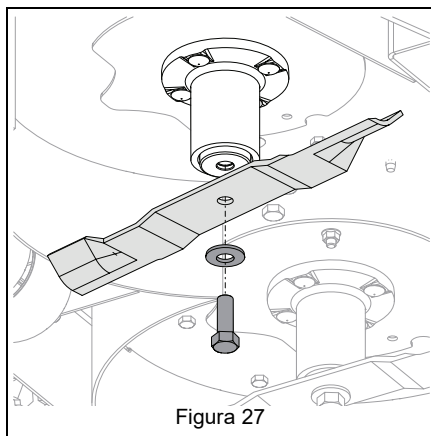

Figura 27
- Extraiga la tornillería que sujeta las cuchillas a los vástagos y extraiga las cuchillas. Conserve toda la tornillería para volver a montarla posteriormente. Consulte Figura 27.
Consulte Figura 27.